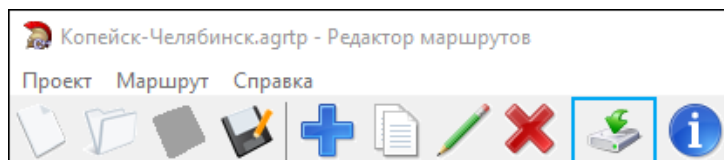

Рис.68. Кнопка «Экспорт маршрутов на flash-диск»
2. Нажмите на панели инструментов в редакторе маршрутов AGRouteEditor кнопку «Экспорт маршрутов на flash-диск» (Рис.68).